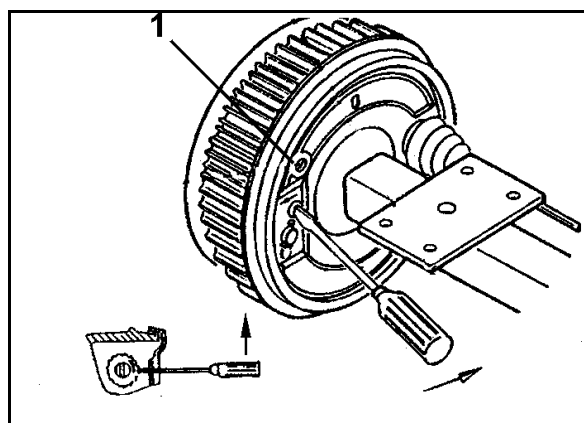

Рис. 93
- Смотровое окошко (Рис. 93/1)